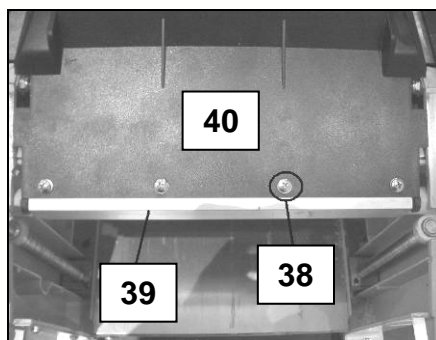

Fig 32
- Positionnez l'éjecteur de copeaux (40), remettez les rondelles et serrez les vis (38) (Fig 32).